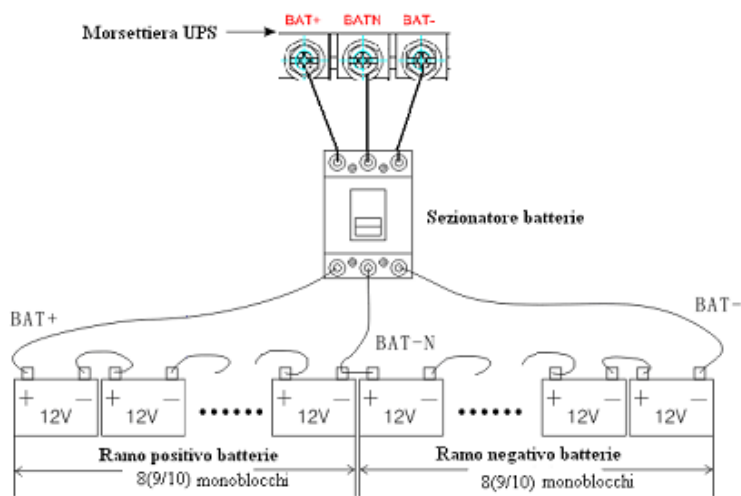

Fig.5 Collegamento cabinet batterie esterno
- 5) Collegare il positivo delle batterie al morsetto BAT+, il centrale delle batterie al morsetto BATN, il negativo delle batterie al morsetto BAT-, fare molta attenzione a non invertire i collegamenti (Fig. 5).